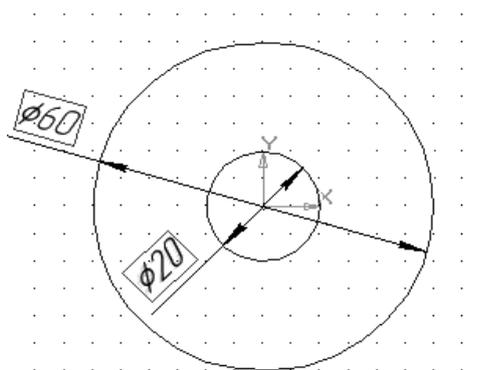

Рис. 8.5. Эскиз основания детали
4. Постройте эскиз основания детали, изображённый на рис. 8.5.